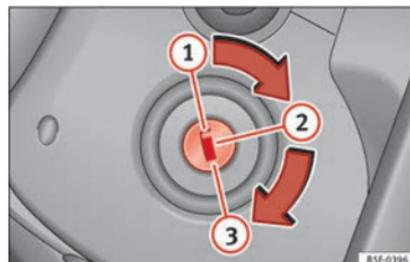

Abb. 186 Positionen des Zündschlüssels
- Drehen Sie den Zündschlüssel auf Position **1** » » **Abb. 186**.
- Ziehen Sie den Zündschlüssel in Stellung **1** » » **Abb. 186** ab » » **▲**.